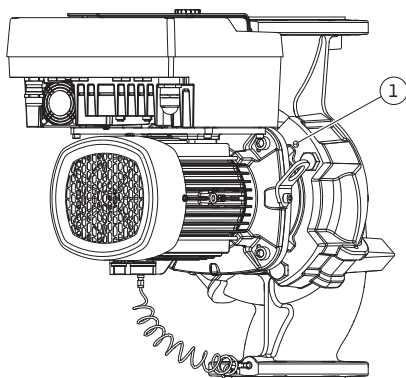

Fig. 11: Διαχωρισμός πτερωτής κινητήρα μέσω διατρήσεων σπειρώματος (DN 100 ... DN 125)
5. Ξεσφίξτε την πτερωτή κινητήρα (βλέπε Fig. 4) από το κέλυφος της αντλίας. Για να το κάνετε ξεσφίξτε όλες τις βίδες (DN 32 ... DN 80: Fig. I, θέση 29; DN 100 ... DN 125: Fig. II, θέση 29). Αφαιρέστε την πτερωτή κινητήρα από το κέλυφος αντλίας. Στις DN 80 ... DN 125 χρησιμοποιήστε τις δύο διατρήσεις σπειρώματος (Fig. 11, θέση 1). Βιδώστε βίδες M10 με κατάλληλο μήκος στις διατρήσεις σπειρώματος για το λύσιμο της έδρας.
5. Αφαιρέστε την πτερωτή κινητήρα (βλέπε Fig. 4) από το κέλυφος της αντλίας. Γι' αυτό χρησιμοποιήστε τις διατρήσεις σπειρώματος (βλέπε Fig. 11). Βιδώστε βίδες M10 με κατάλληλο μήκος στις διατρήσεις σπειρώματος για το λύσιμο της έδρας.